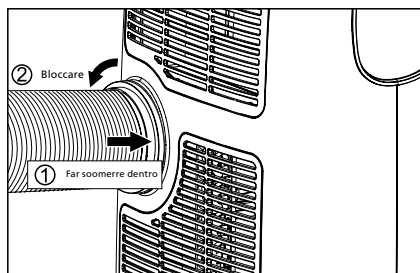

Fig. 4
- 3 Installare l'ingresso del tubo flessibile nell'unità (Fig. 4).